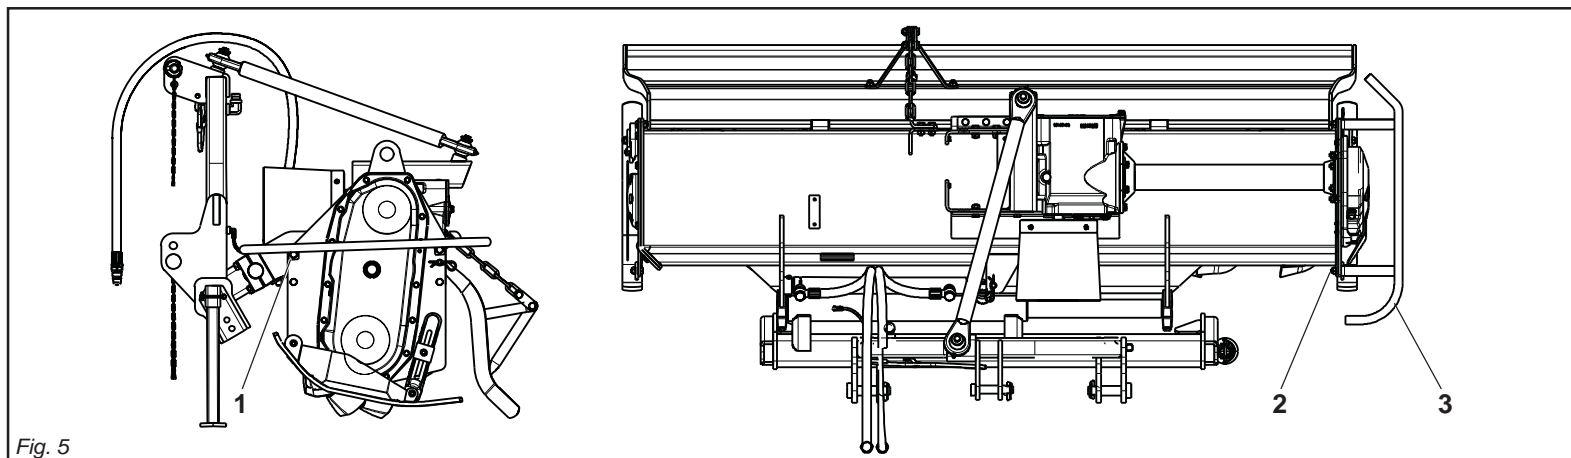

Fig. 5
- Svitare le viti (1 Fig. 5) e i dadi (2 Fig. 5), inserire la protezione (3 Fig. 5) e riavvitare le viti e i dadi secondo le copie di serraggio indicate a pag. 29.
- *Unscrew the screws (1 Fig. 5) and nuts (2 Fig. 5). Now insert the guard (3 Fig. 5) and retighten the screws and nuts with the driving torques listed on page 29.*
- Die Schrauben (1 Abb. 5) und die Muttern (2 Abb. 5) losdrehen, die Schutzvorrichtung (3 Abb. 5) einstecken und die Schrauben und Muttern mit den auf Seite 29 angegebenen Anzugsdrehmomenten anschrauben.
- *Dévisser les vis (1 Fig. 5) et les écrous (2 Fig. 5), monter la protection (3 Fig. 5) et resserrer les vis et les écrous aux couples de serrage indiqués à la page 29.*
- Desenroscar los tornillos (1 Fig. 5) y las tuercas (2 Fig. 5), introducir la protección (3 Fig. 5) y volver a enroscar los tornillos y las tuercas según los pares de torsión que se indican en la pág. 29.